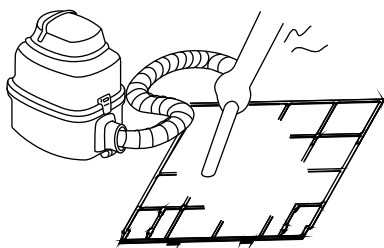
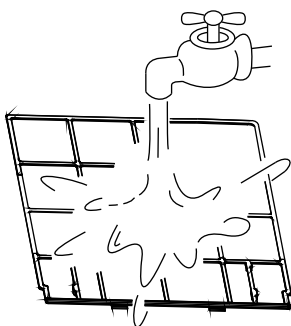

Рисунок G3
Рисунок G4
4. При использовании пылесоса сторона впуска воздуха должна быть направлена вверх (см. рис. G3). При использовании воды сторона впуска воздуха должна быть направлена вниз (см. рис. G4).